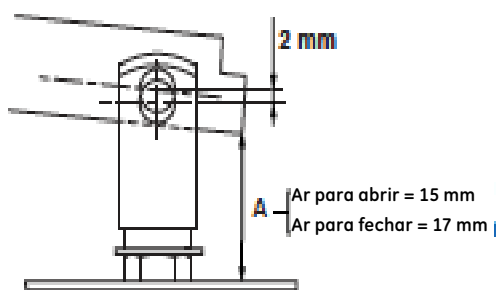

Figura 16 - Ajustando a alavanca (113)
- B. Encaixe a alavanca (113) com um grampo de mola (115) posicionando o furo para cima, encaixe o pino (105) no furo A e o pino (18) na articulação (104a). Nota: Todos os pinos devem ser levemente lubrificados antes de encaixar.
- C. Pressione a alavanca no lado do atuador para verificar vazamentos no obturador/sede a ΔP 3,5 barg (50 psig). Se a válvula estiver equipada com um volante, a alavanca (113) não deve tocar o batente do braço da alavanca (122). Se a válvula vazar, libere a pressão na entrada, remova o pino (18) da articulação (104a) e solte a porca (103). Solte a haste do obturador para mover a articulação para cima (104a). Um giro completo move a posição para cima em 1 mm. Aperte a contraporca (103) novamente.
- D. Verifique se a distância entre a articulação (104b), o pino e o furo na alavanca (113) é de aproximadamente 2 mm. Se necessário, defina a posição da articulação (104a) para obter esta distância, veja a figura 16. Este valor fornece uma compressão inicial da mola do atuador (134).
- E. Insira pressão de ar suficiente para o atuador para impulsionar a articulação do pistão (104b) para cima. Acople a articulação na alavanca (113) usando o pino (124).
- F. Libere a pressão do atuador e repita o teste de vazamento do obturador/sede a ΔP 3,5 barg (50 psig). A dimensão A deve ser a mesma que na figura 16. Libere a pressão da válvula quando esta etapa for concluída.